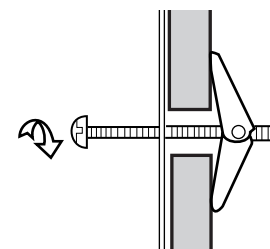

Figura 17
4. Alinee cuidadosamente la Placa de Montaje y sostenga en posición mientras aprieta los Pernos de Anclaje. Hale el Perno de Anclaje hacia usted y gire en sentido horario para apretar. Vea la Figura 17.